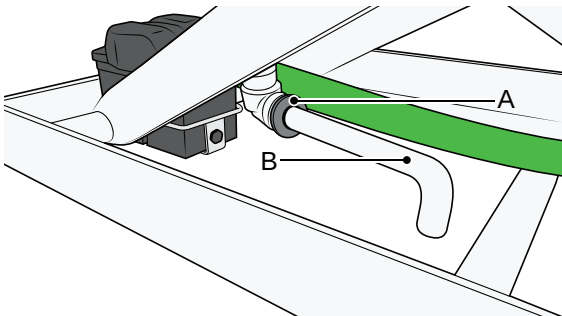

Figure 125
2. Installez l'adaptateur (A) et fixez le tuyau (B). Voir Figure 125.